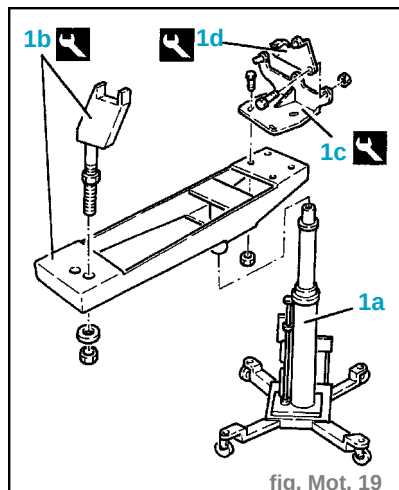

fig. Mot. 19
- Dévisser les boulons de fixation (2) des demi-arbres de droite et de gauche.
- Assembler sur un vérin hydraulique (1a) les outils pour la dépose du groupe motopropulseur (1b), (1c) et (1d) comme indiqué en illustration. (fig. Mot. 19)